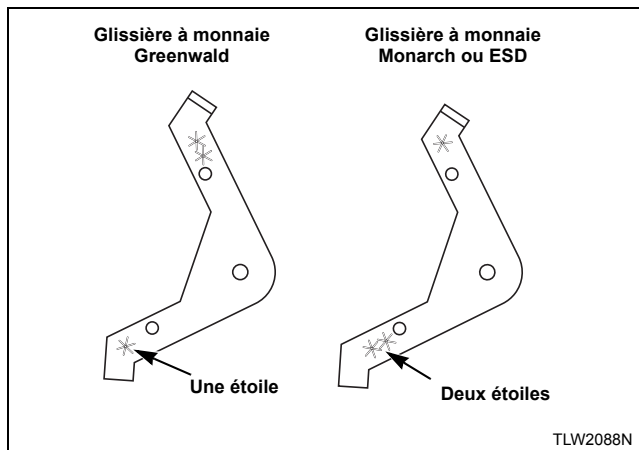

Figure 13
2. Si vous installez une glissière de monnaie Greenwald, placez le levier d'extension (devant être installé sur le support d'extension) alors que le bras doté d'une étoile est orienté vers le bas. Se reporter à la *Figure 13*.
3. Si vous installez une glissière de monnaie Monarch ou ESD, placez le levier de manière à ce que le bras doté de deux étoiles soit orienté vers le bas. Se reporter à la *Figure 13*.